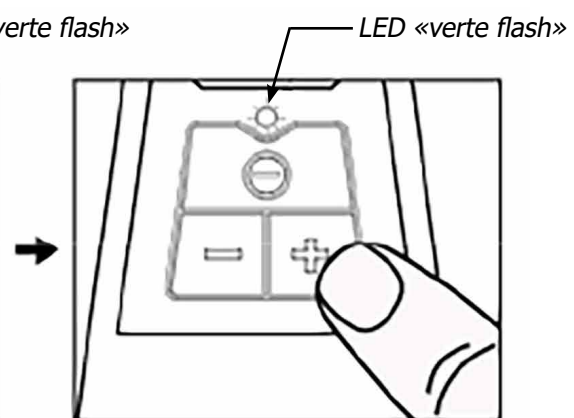

Fig. 3
3. Ajuster la vitesse en appuyant sur les boutons «+» ou «-» sur la plaque de bouton. Appuyer sur «+» pour augmenter la vitesse et «-» pour abaisser la vitesse (Fig. 3).